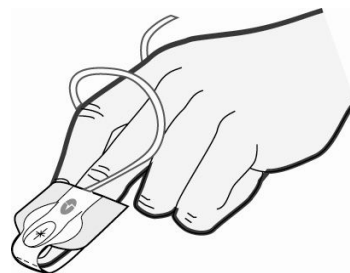

Рисунок 8
5. Оберните датчик вокруг пальца так, чтобы излучатель находился на ногте пальца, и закрепите крылышки одно за другим вокруг пальца. (см. Рис. 8)